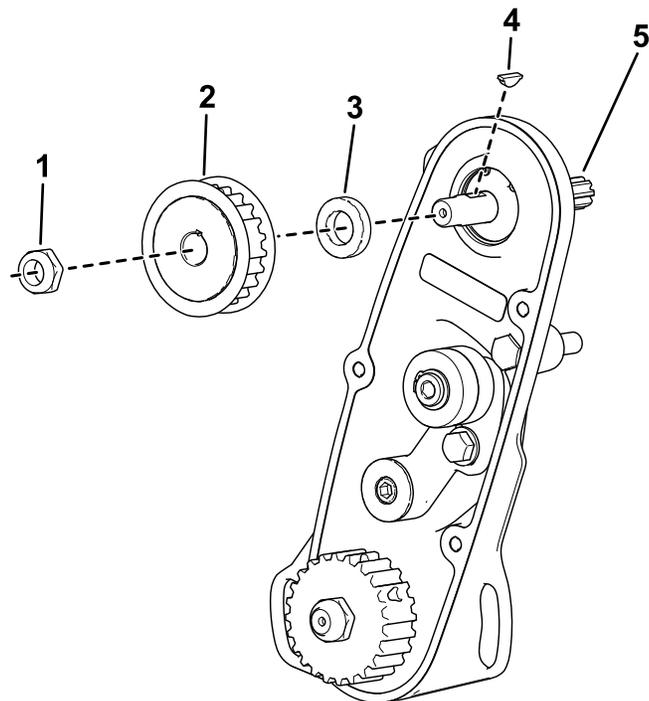

図 5
- F. ベルトを取り外す 図 5 に示す。
- G. 既存のリールドライブシャフト 図 5 を取り外す